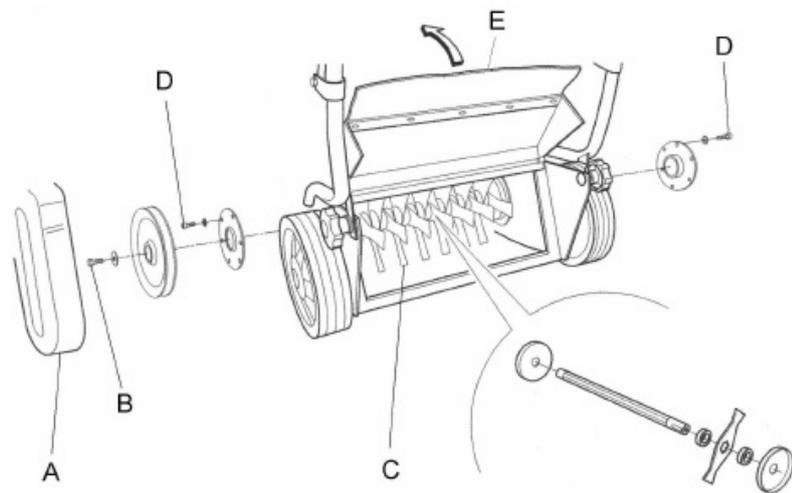

Fig.9.1
2. Aprire il carter posteriore (Fig. 9.1 rif. E).
3. Controllare le condizioni delle lame(Fig. 9.1 rif. C).
6. Togliere la vite indicata in fig. 9.1 , rif. B e rimuovere la puleggia
7. Togliere le viti indicate in fig. 9.1, rif. D e rimuovere il coperchio laterale che supporta il rullo lame.
8. Aprire il carter posteriore (fig. 9.1, rif. E) e rimuovere il rullo lame.